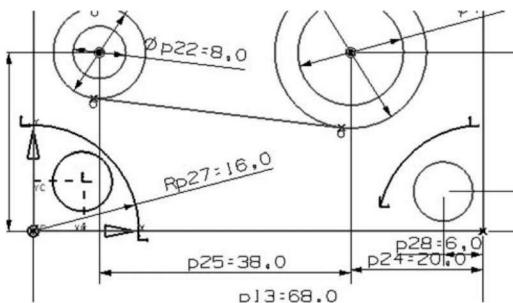

图 1.13 绘制圆弧
(12) 单击“圆弧”按钮~~↙~~，绘制如图 1.13 所示图形，单击“约束”按钮~~¶~~，选择圆心与 Y 轴“共线”~~||~~，圆心与 X 轴共线。重复操作，约束右侧圆弧与矩形右边线共线，与矩形底边线共线。约束两段圆弧等半径。单击“快速修剪”按钮~~✓~~，选择相交后多余的圆弧。单击“快速延伸”按钮~~✓~~，选择需延长的圆弧。